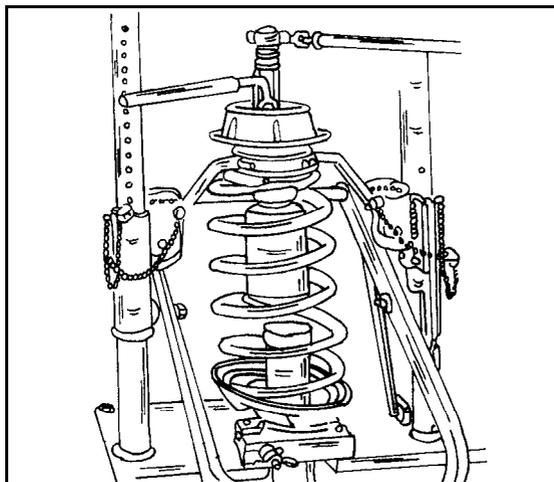

Bild 275
● Mit einem geeigneten Federspanner die Feder zusammenspannen, bis alle Spannung aufgehoben ist. In Bild 275 kann man sehen, auf welchem Prinzip ein solcher Federspanner arbeitet. Falls ein solches Gerät nicht zur Verfügung steht, kann man die Feder mit zwei Spannhaken zusammenspannen. Werkzeug-Ausleihstationen führen diese, so dass man sie sich ausleihen kann. Wichtig ist, dass die benutzten Spannhaken kräftig genug sind, um die Spannung der Feder auszuhalten.
- Feder zusammenspannen, wie es in Bild 275 gezeigt ist und das Ganze auf das Federbein aufsetzen.